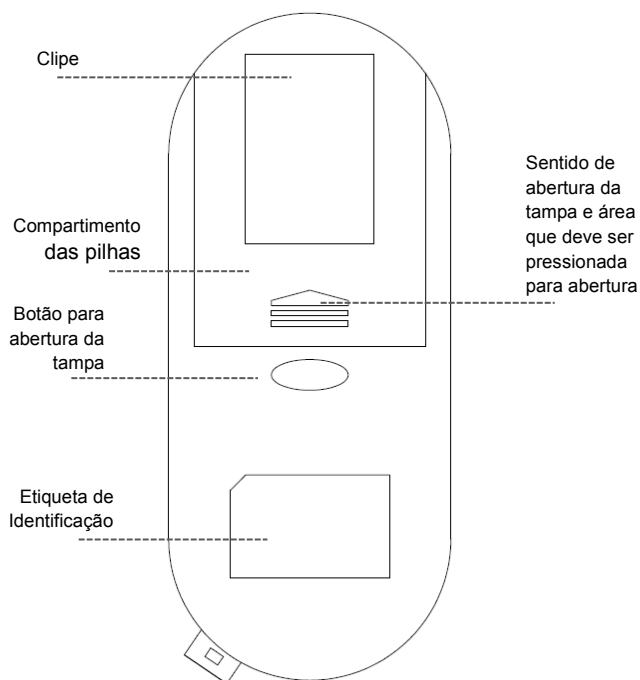

Figura 3 - Vista Traseira do Equipamento
- Para abrir o COMPARTIMENTO DAS PILHAS pressione o BOTÃO DE ABERTURA e empurre a TAMPA conforme sentido indicado na **Figura 3**;